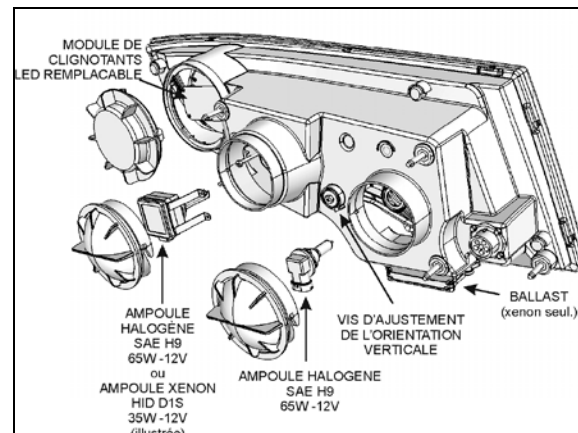

FIGURE 64 : PHARE
5. HALOGÈNE : tourner la base de l'ampoule dans le sens antihoraire. XÉNON : dévisser les vis cruciformes indiquées par les flèches, tirer le dispositif de retenue et retirer l'ampoule (FIGURE 64).